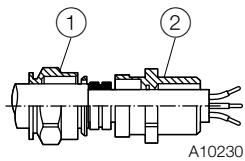

Рис. 2 Затягивание кабельного сальника
Степень защиты IP 66 / 67 достигается только при условии установки черного неопренового уплотнительного кольца между кабельным сальником и корпусом, а также при соблюдении момента затяжки 3,6 Нм (Рис. 2, поз. (2)). Защитите кабель от механических нагрузок (растяжения, скручивания, сдавления и пр.). В рабочих условиях герметичное закрытие кабельного ввода не должно нарушаться. Заказчик должен предусмотреть наличие устройства защиты кабеля от натяжения.
- Затягивайте кабельный сальник до тех пор, пока уплотнительное кольцо не будет прочно огибать провод (Рис. 2, поз. (1)). Не допускайте на корпусе превышения указанного момента затяжки более чем в 1,5 раза (см. указания по монтажу)!